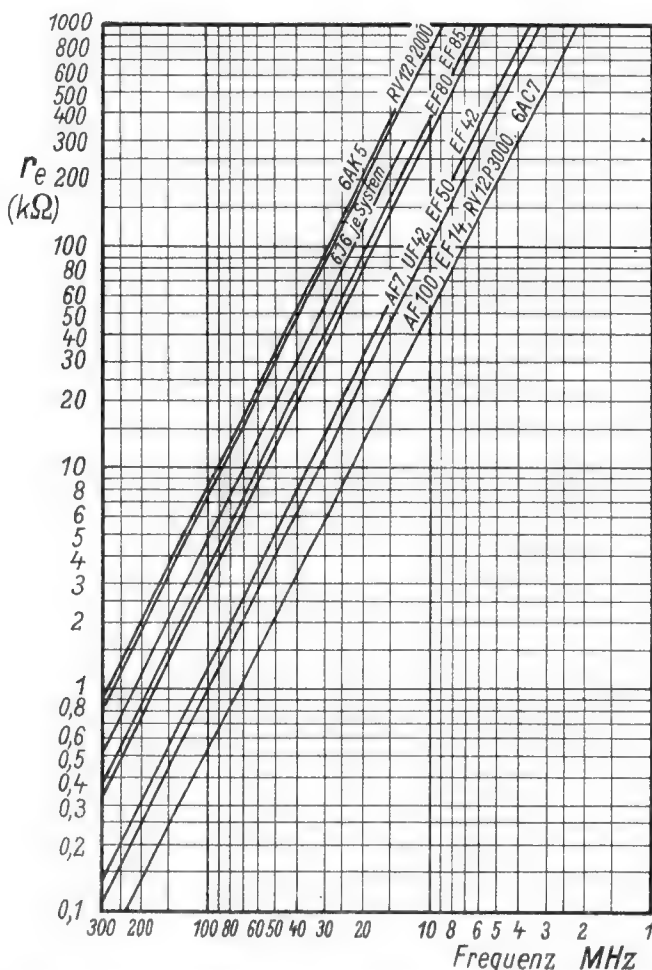

Bild 3. Eingangswiderstand einiger Röhren in Abhängigkeit von der Frequenz. Als Steilheit ist diejenige im normalen Arbeitspunkt zugrundegelegt.
Dieser Faktor K gibt ein Maß für die Brauchbarkeit der Röhre in UKW-Schaltungen. Tabelle 1 bringt eine Zusammenstellung des Faktors K und der Eingangswiderstände bei verschiedenen Frequenzen für die Steilheit im Arbeitspunkt. Die K-Werte sind unter Zugrundelegung des normalen Arbeitspunktes errechnet. An Hand dieser Tabelle und mit Hilfe von Formel (4) kann man also für beliebige Arbeitspunkte den Eingangswiderstand errechnen. Mit Hilfe der Kurvenschar in Bild 3 kann man die Frequenzabhängigkeit des Eingangswiderstandes für eine Anzahl gebräuchlicher Röhren direkt ablesen. Die Werte gelten für die Steilheit im normalen Arbeitspunkt.